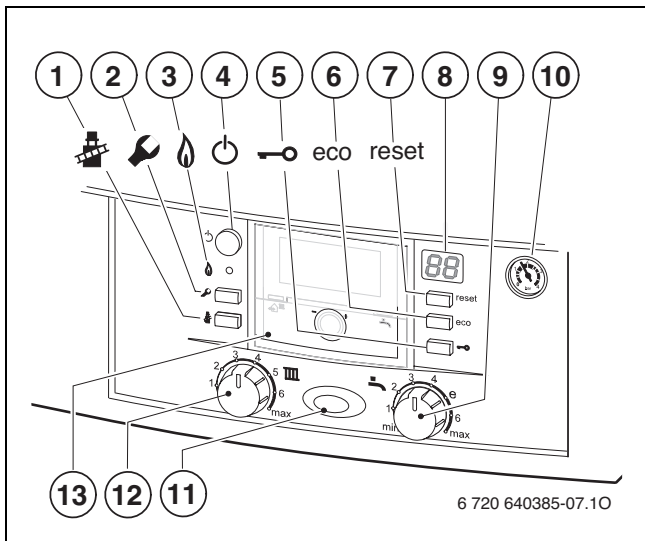

Bild 7
- witterungsgeführter Regler im Gerät eingebaut, → Bild 7, [13], Seite 22.